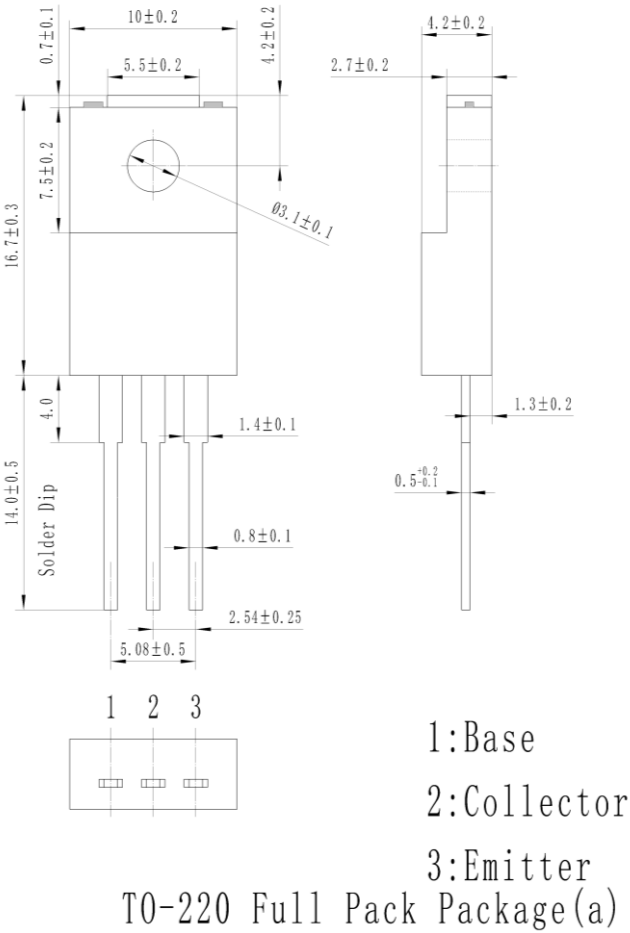

图 2
- 2、在 PCB 库文件 cdylib.PcbLib 中根据图 2 给出的相应参数创建三端稳压管的 PCB 封装，四周各添加 2mm 的散热片，命名为 78XX，并在生成电路板中调用。（注：设计单位为 mm）；